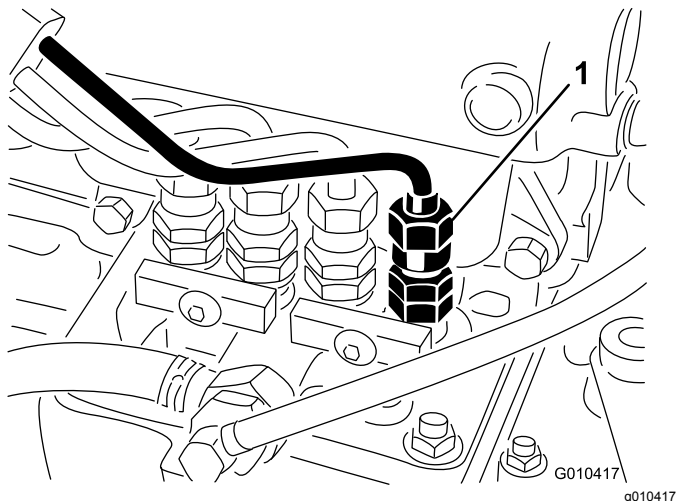

Figura 35
1. Liberte a tubagem que se encontra ligada ao injetor n.º 1 e à estrutura de suporte da bomba de injeção (**Figura 35**).